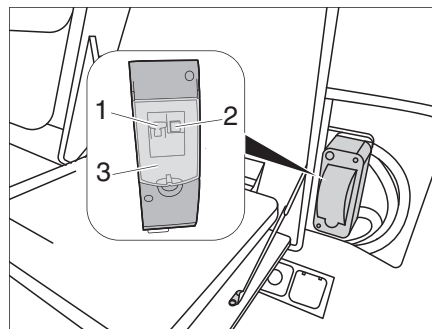

Bild 41 230-V-Sicherungsautomat
Das 230-Volt-Stromnetz (Außenanschluss) ist mit einem Sicherungsautomaten (Bild 41) ausgestattet. Dieser dient vor allem zum Leitungsschutz. Der Sicherungskasten befindet sich im Heck rechts neben dem Kocherfach hinter einer Klappe. Der Sicherungsautomat springt bei Kurzschluss und bei Überlastung im Leitungsnetz an.
- Abdeckklappe (Bild 41,3) öffnen.
Der 230-V-Anschluss ist durch einen zweipoligen Sicherungsautomaten (Bild 41,1) abgesichert.
- ▷ Der FI-Schalter (Bild 41,2) für 230 Volt sollte einmal jährlich ausgelöst werden, damit der Mechanismus nicht „verklebt“ und sich die Auslösezeit nicht verlängert.